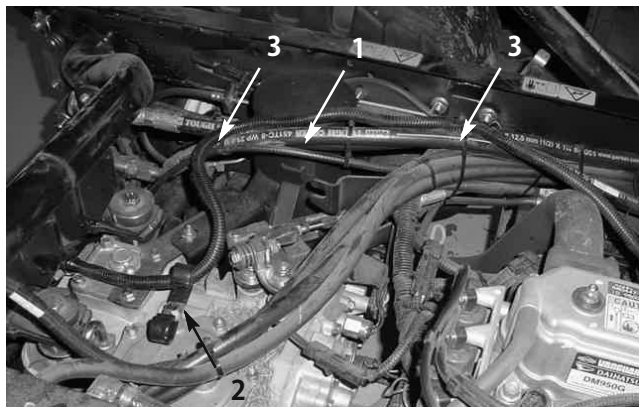
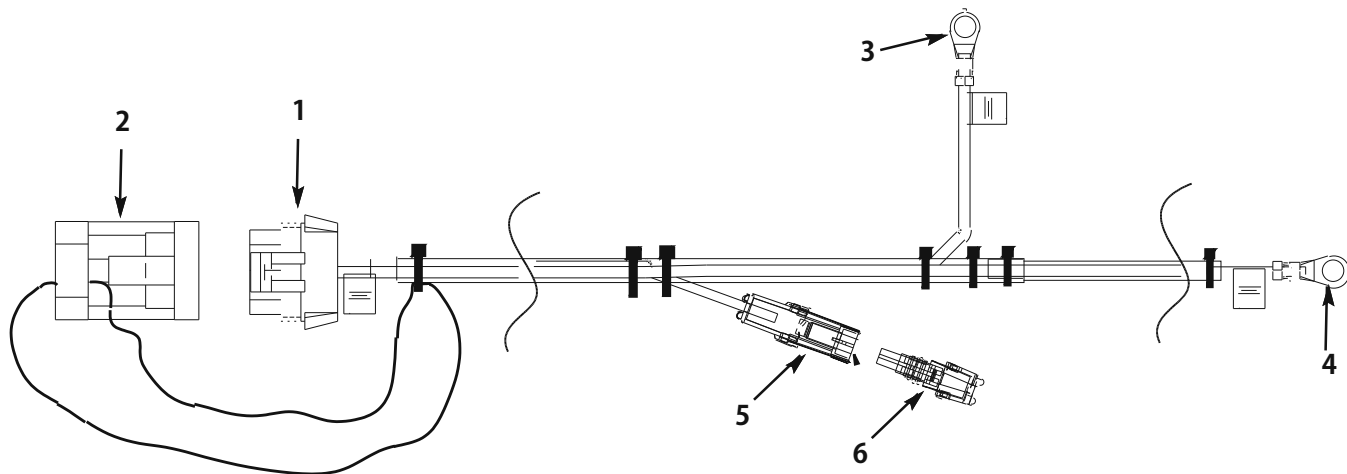

図5
図7
1. パワー・ワイヤ・ハーネスのリング状の端子を牽引車両のバッテリーまで配線する (図 5 と図 7)。
2. パワー・ワイヤ・ハーネスのリング状端子を牽引車両のバッテリー端子に接続する (図 7)。
3. ハーネスをワイヤ・タイで固定する。図 5 を参照。
4. J クリップ (2個) をトランスミッションの上にネジ (8 mm x 2) で固定する (図 5)。
5. 図 5 に示すようにハーネスを左側の J クリップに通す。